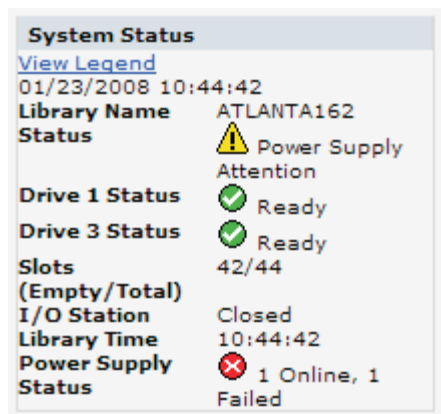

Figura 13. Pantalla System Status de la biblioteca de 4U en la que se muestra una anomalía de la fuente de alimentación
- El estado de la fuente de alimentación solo aparece si se utiliza alimentación redundante con una biblioteca de 4U y la biblioteca se ha fabricado después del 14 de marzo de 2008. Si una fuente de alimentación da error, el aspecto de la pantalla System Status es similar al que se muestra en la Figura 13.